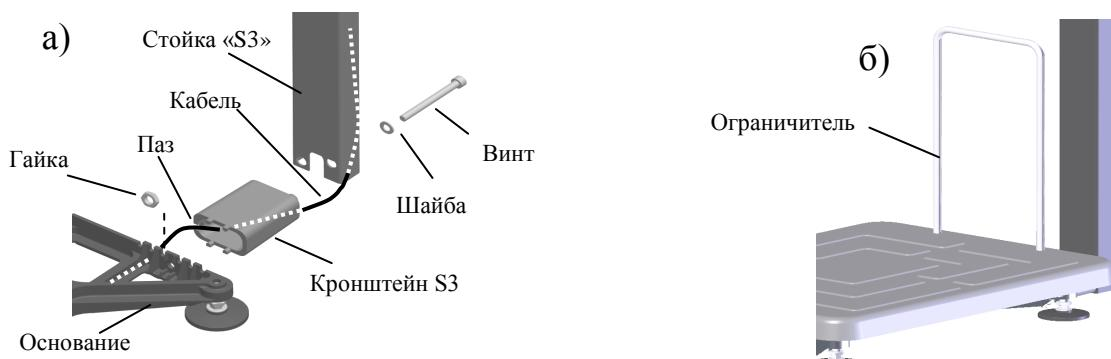

Рис. 5.2 - Крепление прямоугольной стойки к модулю TB-S_
- Протянуть кабель через кронштейн и стойку (см. Рис. 5.2 а).
- Плотно вставить в отверстия платформы ограничитель, Рис. 5.2 б.